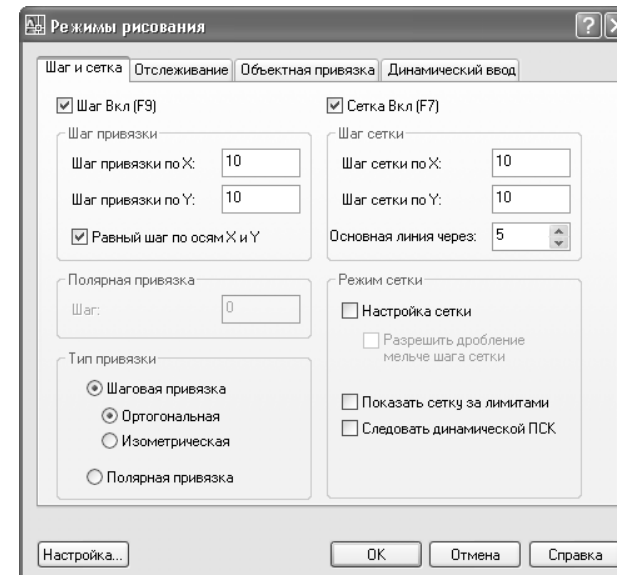

Рис. 3.7 ▼ Диалоговое окно **Режимы рисования** (Drafting Settings)
- Выберите из меню команду **Сервис ⇒ Режимы рисования** (Tools ⇒ Drafting Settings) либо введите в командном окне команду **режимрис** (DSETTINGS). Перейдите, если в этом есть необходимость, в открывшемся диалоговом окне **Режимы рисования** (Drafting Settings) на вкладку **Шаг и Сетка** (Snap and Grid) (рис. 3.7). Параметры режимов **Сетка** (Grid) и **Шаг** (Snap) находятся в этом окне в группах с соответствующими названиями. Обратите внимание, что для обоих режимов шаг имеет значение **10**.